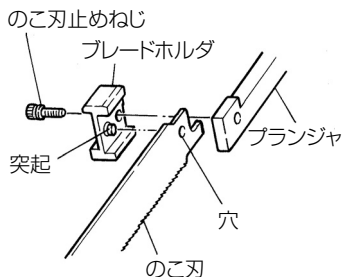

図 4
- (2) のこ刃をプランジャとブレードホルダの間にさし込み、ブレードホルダの突起にのこ刃の穴を入れます。(のこ刃を手前に引張り、抜けてこないことを確認します。)(図4)
- (3) のこ刃止めねじを六角棒スパナで締付け、のこ刃を十分に固定します。
- 注** •作業終了後、ブランジャ部に切粉・土・砂・水分などを付着したままにしておくと、ブランジャ部(11 ページの図 4 参照)がさびついて機体内部の故障の原因になるので、必ず清掃して保管してください。